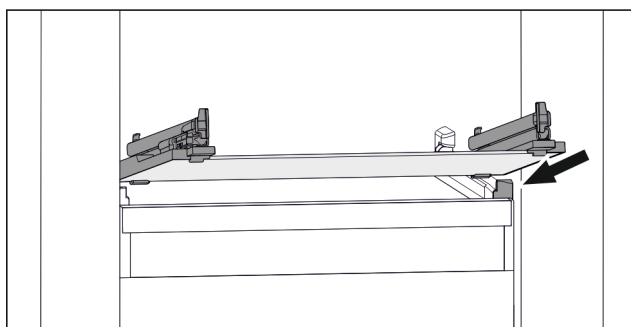

Fig. 51 Vejledende visning af glaspladen
- ▶ Sæt glaspladen skråt bag stoppene. (se Fig. 51)